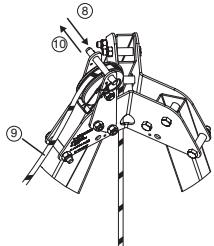

Fig. 10
8. Verwijder de kogelbroche die zich boven de geleiderol, bovenaan de tracpode-drievoot bevindt (Fig. 10, 8).
9. Breng de streng van het derope™-toestel rond de geleiderol (Fig. 10, 9).
10. Plaats de kogelbroche terug om te vermijden dat de streng uit de geleiderol komt (Fig. 10, 10).